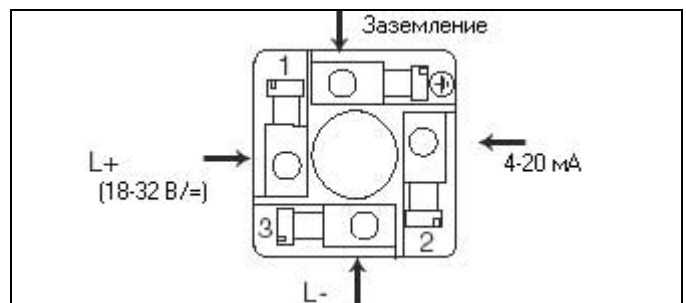

Рис. 3.4 Подключение кабеля
3. Подключить прибор согласно рис. 3.4.